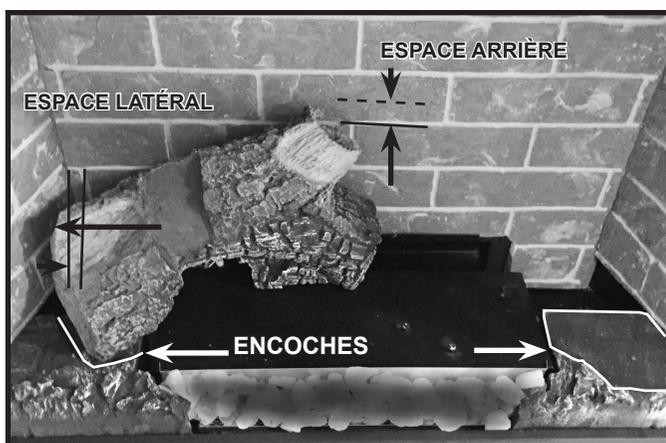

Figure 4. Bûche arrière gauche installée
Les tiges de bûche, de même que les encoches sur les composants de l'âtre, aideront à bien disposer les deux bûches arrière et la bûche du petit brûleur. Les encoches sont montrées à la figure 4.
De plus, la bûche arrière gauche et arrière droite sont indiquées par les encoches des composants de l'âtre gauche et droit. Voir la figure 4.
1. Retirez la grande bûche arrière gauche de l'emballage et installez la bûche en la posant sur la ou les tige(s) de bûche arrière. Le côté gauche de la bûche reposera sur l'encoche du composant de l'âtre gauche. Voir la figure 4.
Remarque : Les modèles SL-3X ne comportent aucune encoche d'âtre. Voir la figure 4.
Modèles SL-7X et SL-9X : La bûche arrière gauche sera positionnée pour conserver un espace approximatif de 6 mm (1/4 po) entre la bûche arrière gauche et le réfractaire arrière. Il y aura un espace latéral approximatif de 19 mm (3/4 po) entre l'extrémité de la bûche et le panneau de gauche. Voir la figure 4.
Modèles SL-3X et SL-5X : La bûche arrière gauche sera positionnée pour conserver un espace approximatif de 6 mm (1/4 po) entre la bûche arrière gauche et le réfractaire arrière. La bûche arrière gauche touchera au panneau réfractaire gauche (aucun espace latéral). Voir la figure 4.